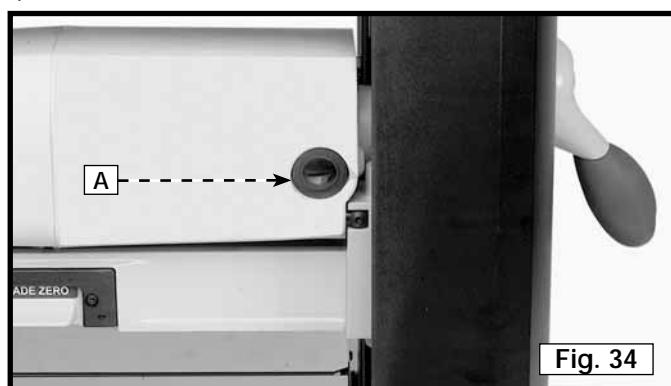

Fig. 34
Les porte-balais, un des porte-balais est illustré à la (A) fig. 34, sont situés sur le carter du moteur, opposé l'un à l'autre. Un des balais enlevés est illustré à la fig. 35. Si le carbone (B) d'un des deux balais est usé à une longueur de 4,8 mm (3/16 po), ou si un des ressorts (C) ou un fil de court-circuit est brûlé ou endommagé, remplacer les deux balais. Si après les avoir enlevés, on juge que les balais sont encore utilisables, les réinstaller.